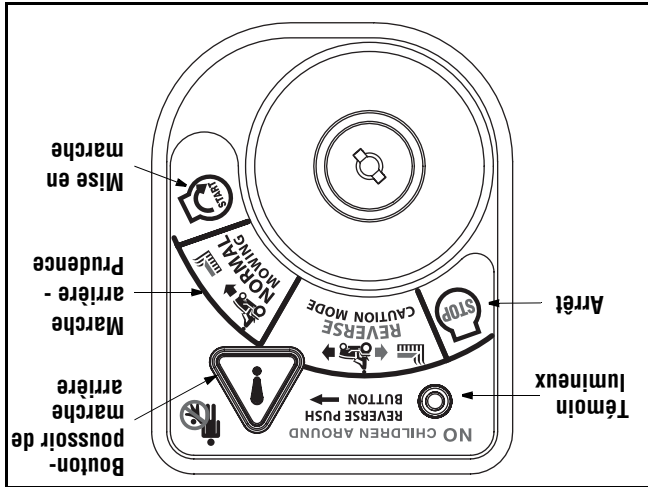

Figure 8
2. Déplacez la clé de la position « **NORMAL MOWING** » (Verte) (Tonte normale) à la position « **REVERSE CAUTION MODE** » (Jaune) (Marche arrière - Prudence). Voir la Figure 8.
3. Appuyez sur le **BOUTON-PUSOIR DE MARCHÉ ARRIÈRE** (Bouton triangulaire orange) dans le coin supérieur droit du module d'allumage. Le témoin lumineux rouge dans le coin supérieur gauche s'allume quand la marche arrière est embrayée. Voir la Figure 8.